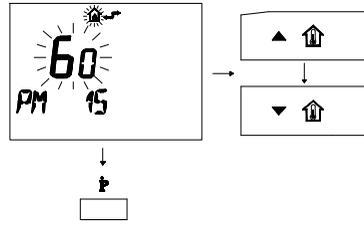

fig. 5.30
- 4 Modificare il SET programmato agendo sui pulsanti ▲, **UP** o ▼, **DOWN** fino a visualizzare un set di 60, aspettare che il numero programmato cominci a lampeggiare (fig. 5.30)